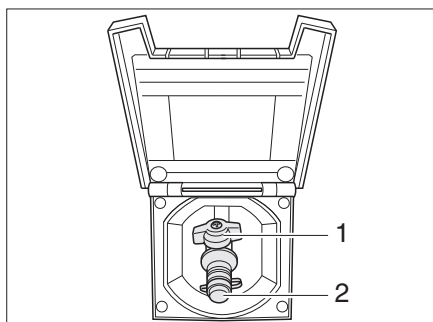

Fig. 86 Toma exterior de gas, válvula de paso de gas cerrada
La toma externa de gas (Fig. 86) está, en función del modelo, en la parte trasera o en el lado izquierdo o derecho del vehículo.
- Conectar el aparato de gas externo en el punto de conexión (Fig. 86,2).
- Abrir la válvula de paso de gas (Fig. 86,1).